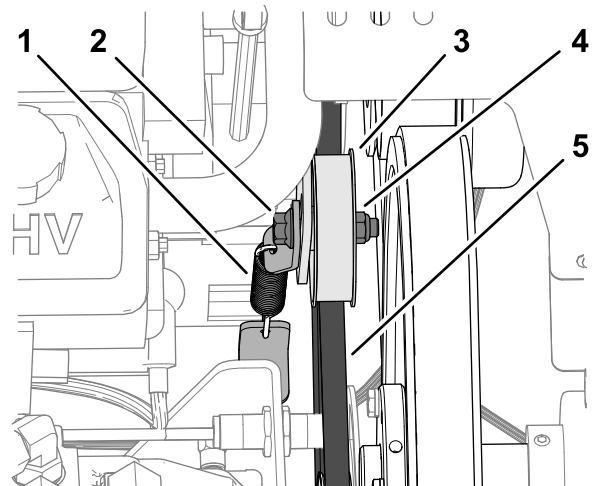

Figura 176
3. Slăbiți dopul filetat cu guler și contrapiulia cu guler care fixează roata de curea liberă pentru cureaua pompei hidraulice, până când urubul se micșorează în fanta suportului rotorului (Figura 176).